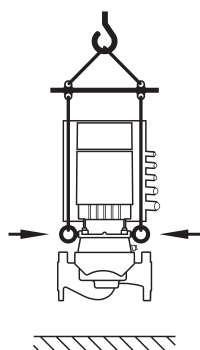

Fig. 8: Transport af pumpen
- Transporten af pumpen skal foretages med godkendte lastoptagningsmidler (f.eks. bloktalje, kran etc.). De skal fastgøres på transportringene, der sidder på motorflangen (fig. 8, vist her: løfteanordning med vertikal motoraksel).